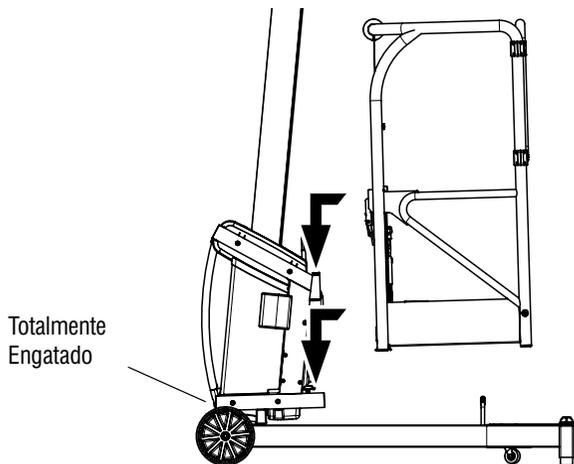

Figura 3-7. Fixação da plataforma no porta-garfos
- Fixe a plataforma no porta-garfos (consulte a Figura 3-7.).